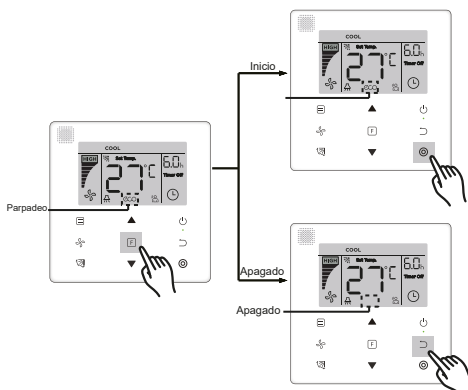

Figura 26
- Para activar y desactivar la función **"ECO"**: Presione el botón **F** (Función) para cambiar a la función **"ECO"** ("ECO" parpadea) y presione el botón **⊙** (Confirmar) para activar la función o el botón **⏏** (Cancelar) para desactivar la función (vea la Figura 26).